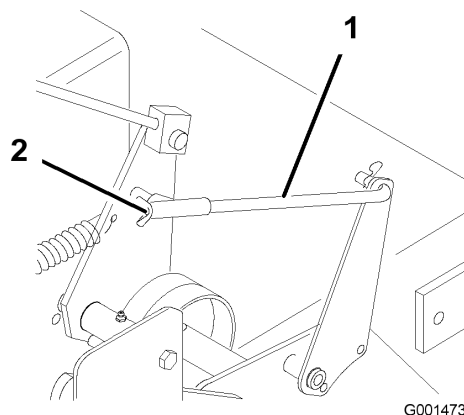

Figure 31
5. Pour régler le frein, tournez les écrous à oreilles sur les tiges de frein (Figure 31). Tournez les écrous à oreilles dans le sens horaire pour serrer le frein et dans le sens anti-horaire pour desserrer le frein.